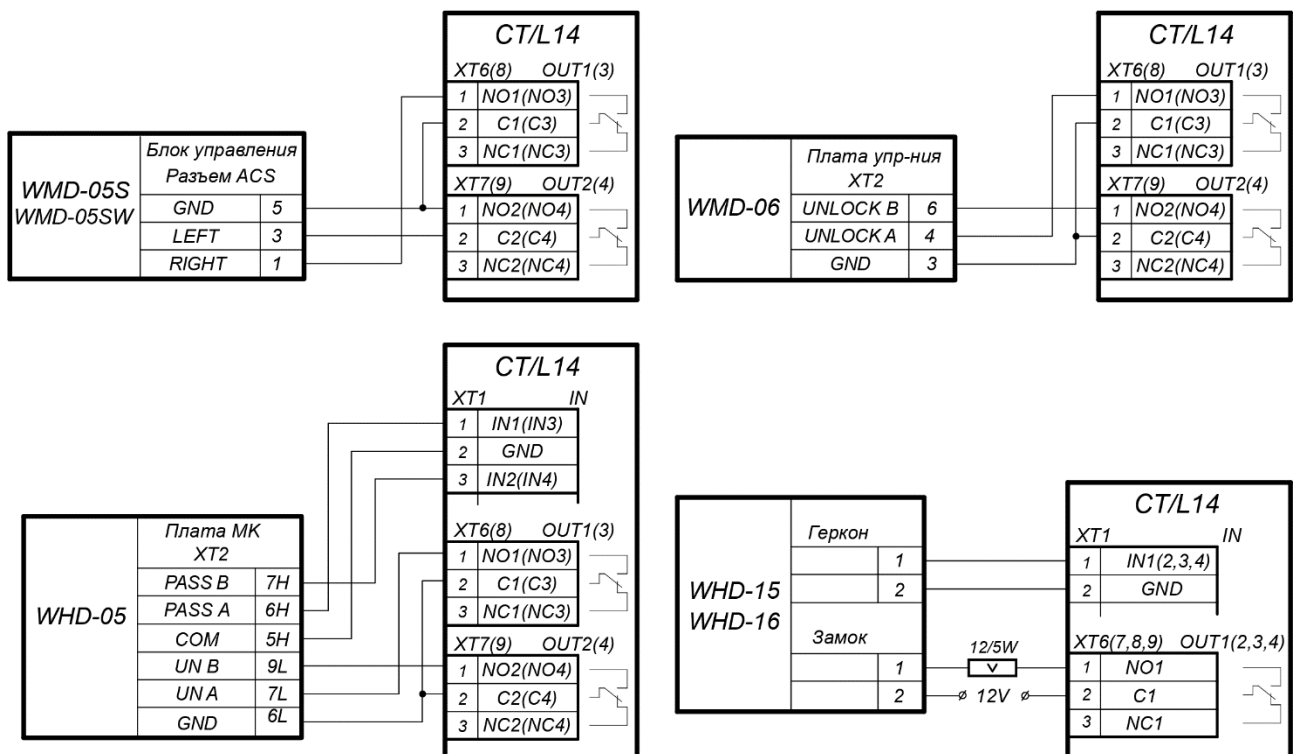

Рисунок 7. Схемы подключений калиток
4. Калитка (блок управления калиткой) №1 подключается к клеммным колодкам **XT1**, **XT6**, **XT7** нижней платы контроллера в соответствии со схемой для данного типа калитки (см. рис. 7).
5. Калитка (блок управления калиткой) №2 подключается к клеммным колодкам **XT1**, **XT8**, **XT9** нижней платы контроллера в соответствии со схемой для данного типа калитки (см. рис. 7).